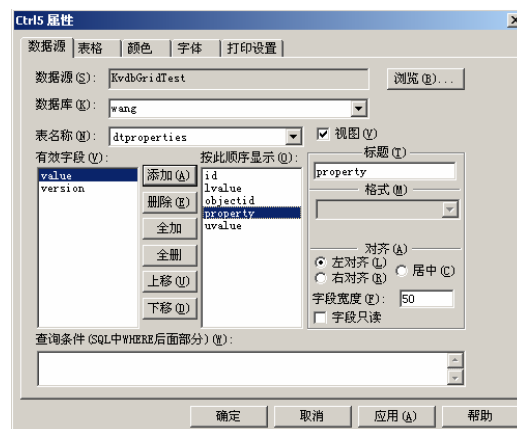

图 9-12 控件属性对话框
3、选中控件并单击鼠标右键，在弹出的下拉菜单中执行“控件属性”命令弹出属性对话框，如图 9-12 所示：